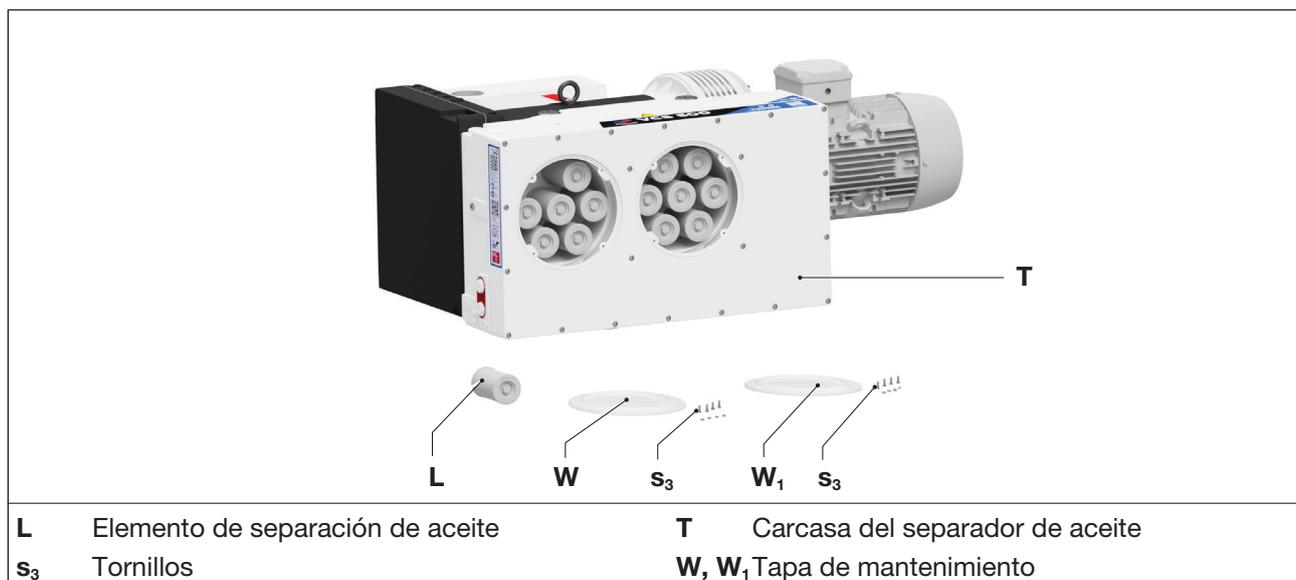

Fig. 10 Separadores de aire y aceite
- Afloje los tornillos (Fig. 10/S₃) de las tapas de mantenimiento (Fig. 10/W, W₁) y retire las tapas de mantenimiento.
- Afloje los elementos de separación de aire-aceite (Fig. 10/L) girando una llave poligonal (ancho de 19 mm o 3/4") en el sentido contrario a las agujas del reloj.